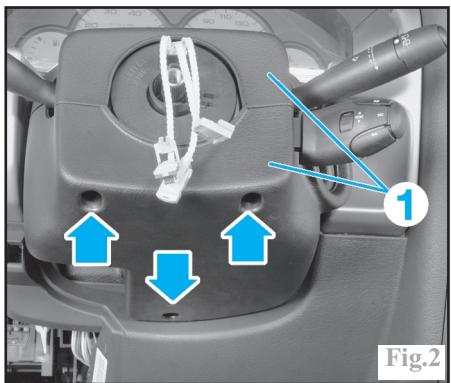

Fig.2
Déposer les trois vis de fixation des coquilles (1), puis ces dernières (Fig.2).
-les trois vis de fixation des coquilles (1), puis ces dernières (Fig.2).